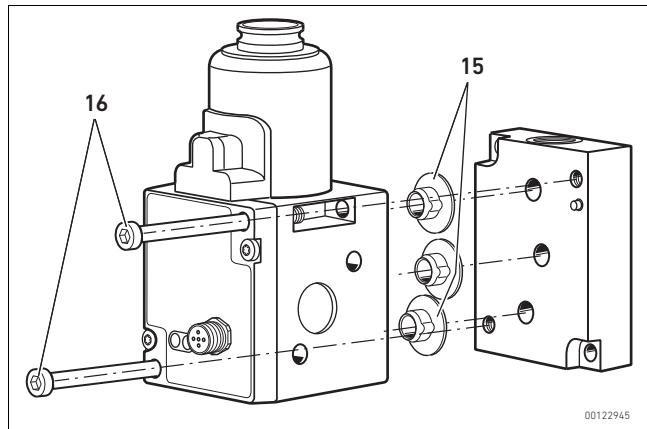

Abb. 5: Montering av tryckregleringsventil ED05 på basplattan
- Lägg in de tre basplattstätningarna (15) i de gängade anslutningarna (3, 4, 5) och tryck in dem. Tätningarna är formade så att de snäpper in i de gängade anslutningarna och inte kan falla ur vid monteringen.
- Sätt in de båda skruvarna M6 x 75 (16) i de båda genomgående hålen (se bild 5 på sidan 240) och dra fast dem.